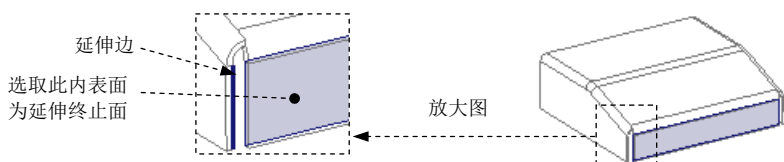

图 11.12.20 定义延伸边和延伸终止面
(1) 定义要延伸的边。选取图 11.12.20 所示的模型边线为要延伸边。
(2) 单击 **模型** 功能选项卡 **编辑** 区域中的“延伸”按钮  **延伸**，系统弹出“延伸”操控板。
(3) 在操控板中单击“将壁延伸倒参考平面”按钮 ，然后在系统  选择一个平面作为延伸的参考。的提示下，选取图 11.12.20 所示的钣金内表面为延伸的终止面。
(4) 单击操控板中的 ☒ 按钮，完成延伸壁 1 的创作。